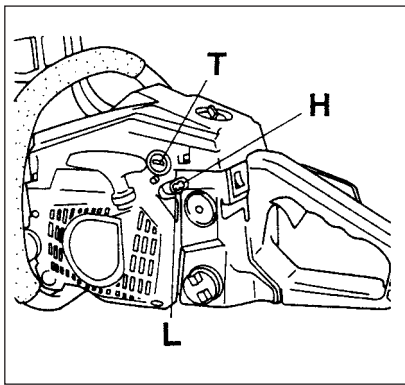

Fig. 3-1
**Afinação do carburador (Fig. 3-1)**